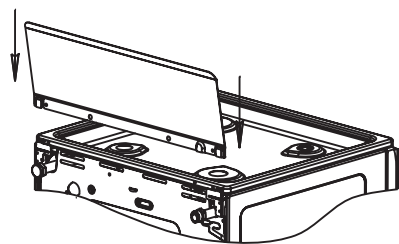

рис. 1
■ **Установка щитка:** Щиток устанавливается в пазы, расположенные за рабочим столом плиты в направлении, указанном стрелками (см. рис. 1).